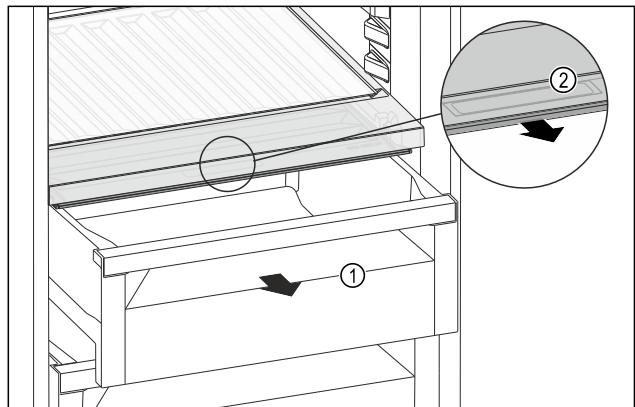

Fig. 156
- ▶ Schubfach Fig. 156 (1) herausziehen.
- ▶ Griffmulde Fig. 156 (2) am Fachdeckel anfassen und Fachdeckel gleichzeitig nach vorne ziehen.